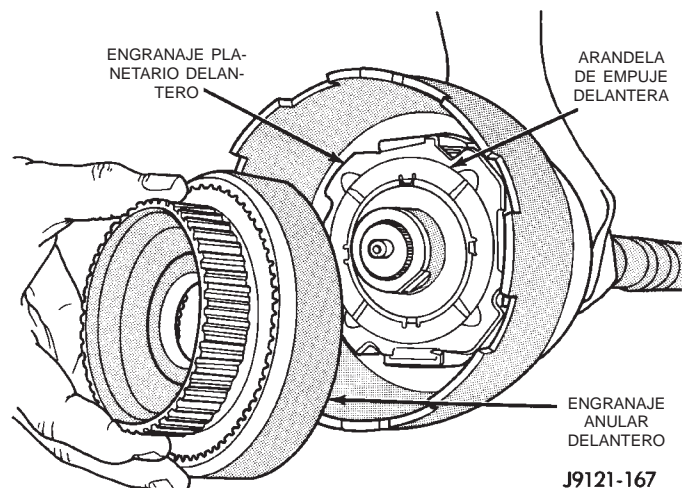

Fig. 159 Instalación de los engranajes planetario y anular delanteros
(14) Instale el engranaje planetario delantero en el eje transmisor y en el casco impulsor (Fig. 159).
(15) Instale la arandela de empuje delantera en el engranaje planetario delantero. Utilice la vaselina suficiente como para sostener la arandela en su lugar y asegúrese de que las cuatro lengüetas de la arandela estén asentadas.
(16) Si fuera necesario, ensamble el engranaje anular delantero y el soporte. Asegúrese de que el anillo de muelle del soporte esté asentado.
(17) Instale el anular delantero en el planetario delantero (Fig. 159).